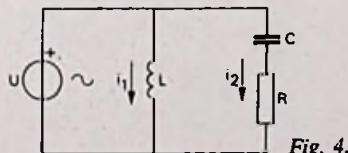

Fig. 4.
7. Bij de frequentie van de spanning U is de reactantie van C gelijk aan R (zie fig. 4). Hoe groot is het faseverschil tussen i_1 en i_2 ?